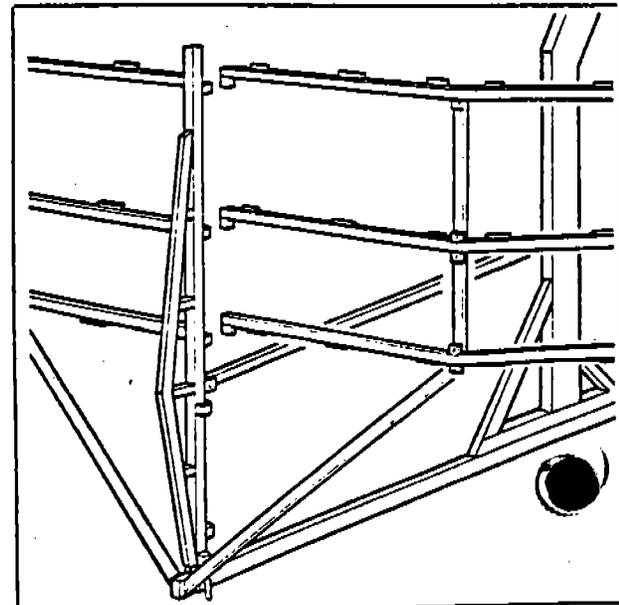

Fig. 33
- b) Assemble all horizontal bars (Fig. 33, 1) and transversal tension rods (Fig. 33, 2) matching the marks, secure them and all with pins and safety clips.
- b) Montare tutti i traversi/tiranti diagonali (Fig. 33) rispettando le sigle riportate su supporto e traversi/tiranti diagonali e fissarli con spine e copiglie.